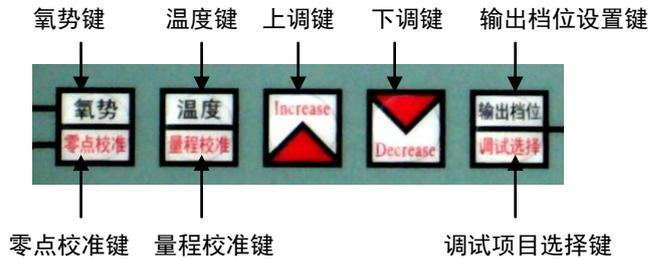

图 16 仪器面板按键图
6.3、仪器面板上的按键和面板后的“调试开关”（见图 16）：